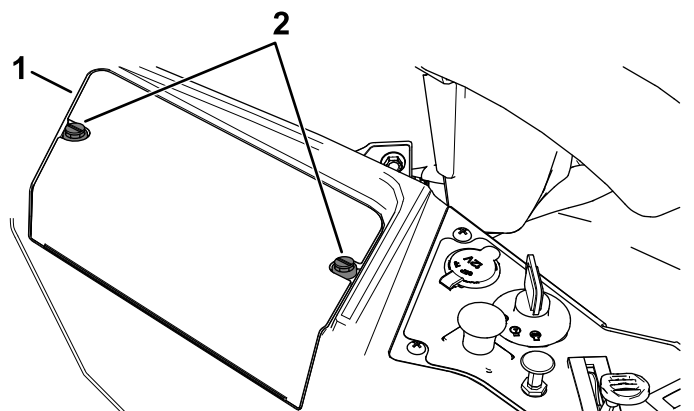

Bild 52
3. Drehen Sie die zwei Befestigungen an der Batterieabdeckung um eine Vierteldrehung nach links, um sie zu lösen, und nehmen Sie dann die Batterieabdeckung ab (Bild 52).
6. Drücken Sie die Batterieabdeckung nach unten, um sie anzubringen, und ziehen Sie die zwei Befestigungen durch Drehen nach rechts an (Bild 52).